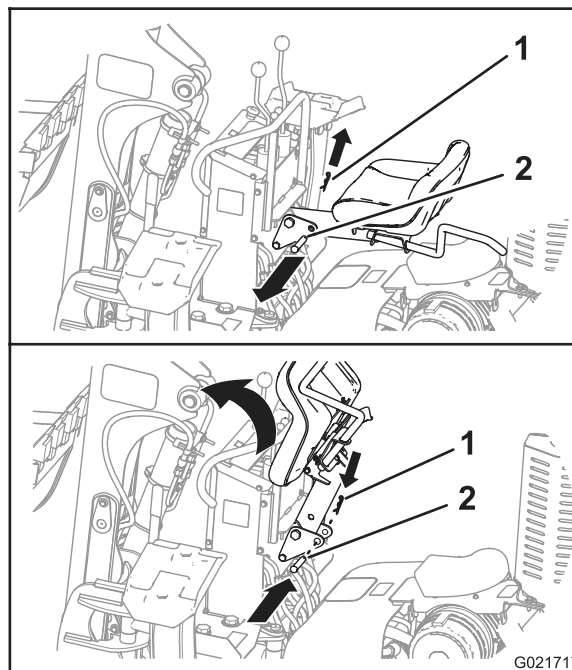

Figura 39
- A. Retire el pasador de seguridad del pasador de bloqueo del asiento (Figura 39).
- B. Retire el pasador de bloqueo del asiento del bastidor de la pala retroexcavadora y del soporte del asiento (Figura 39).
- C. Gire hacia arriba el soporte del asiento y pase el pasador de bloqueo del asiento por los orificios del bastidor de la pala retroexcavadora con el fin de sujetar el asiento hacia arriba y dejar espacio suficiente para retirar el panel delantero (Figura 39).
- A. Retire el pasador de bloqueo del asiento y baje el soporte del asiento a la posición de uso (Figura 39).
- B. Introduzca el pasador de bloqueo del asiento por los orificios del bastidor de la pala retroexcavadora y del soporte del asiento (Figura 39).
- C. Introduzca el pasador de seguridad por el orificio del pasador de bloqueo del asiento (Figura 39).